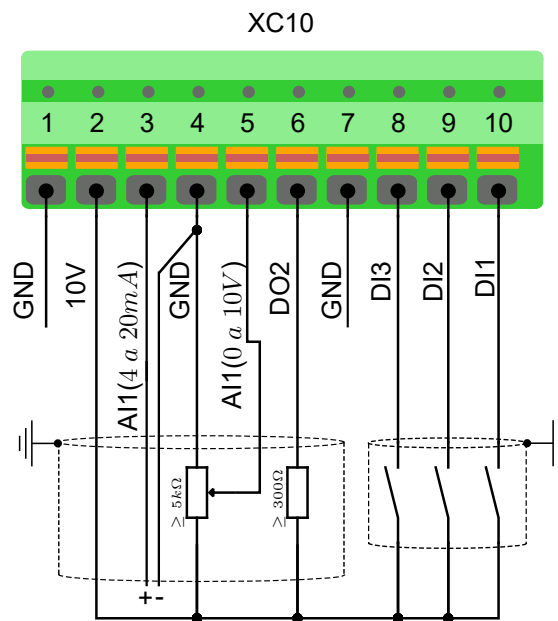

Figura B.1: Sinais do conector XC10.
- **XC10:** para comando e referência de velocidade via sinais analógicos e digitais conforme o esquema de ligação da figura B.1. A tabela B.1 descreve a função dos pinos.